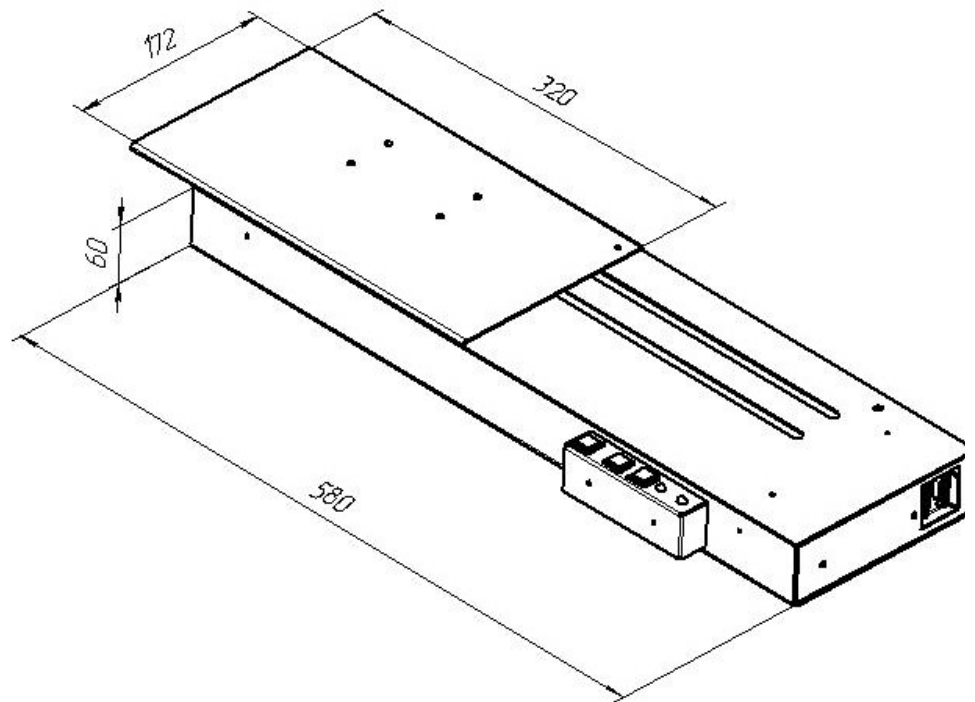

Рис.1.5.7 МИНИ КОНВЕЙЕР АВТОМАТ (МКА)
1) МИНИ КОНВЕЙЕР АВТОМАТ (МКА) (рис.1.5.7) содержит подвижный столик, перемещаемый автоматически, и связанный с ним датчик синхроимпульсов, пропорциональных линейному перемещению столика с маркировочным изделием, над которым на штативе неподвижно закреплена ПГ (рис.А1) и внутренний датчик наличия объекта, выдающий сигнал начала печати. Синхроимпульсы поступают в БМ, который формирует на каждый синхроимпульс один столбец изображения. При этом, независимо от изменения скорости перемещения столика, обеспечивается отсутствие искажений наносимой марки. Маркировка осуществляется при непрерывном движении каретки в обоих направлениях, крайние положения которых определяются оптодатчиками. Из БП в БМ передаются сигналы начала и направления печати и синхроимпульсы.